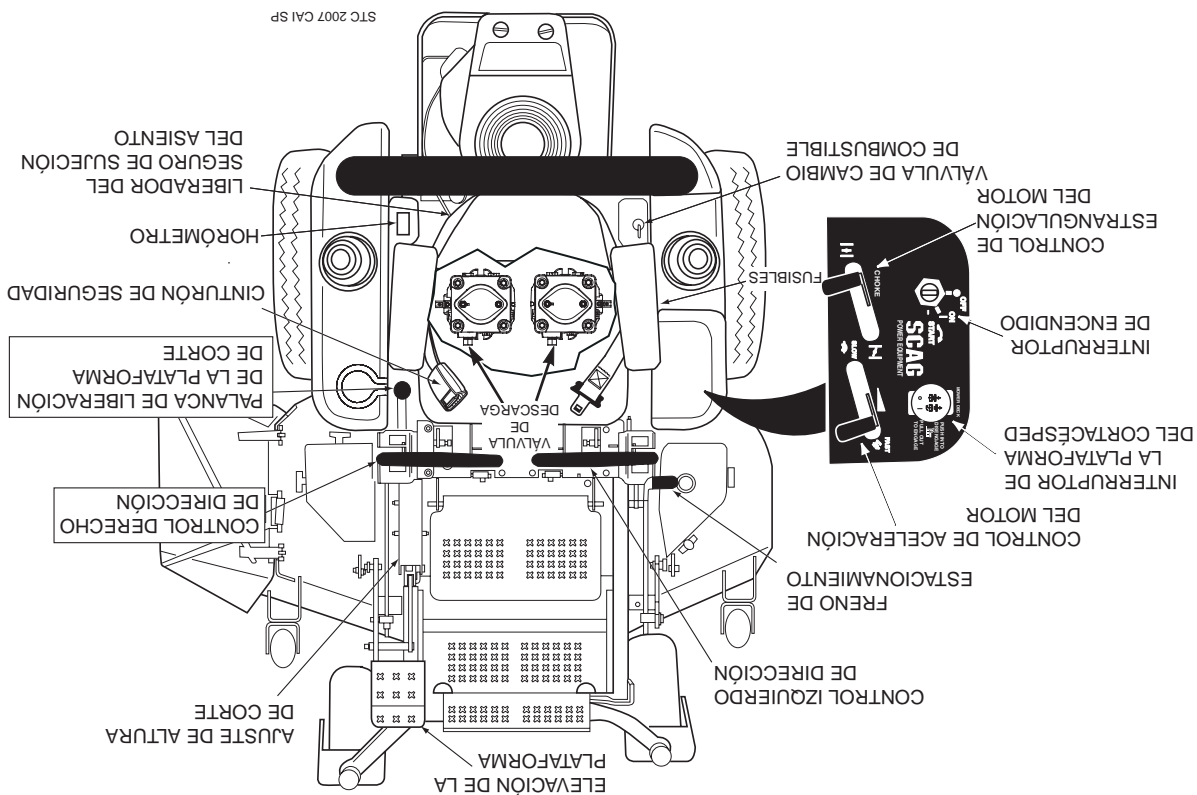

Figura 4-1 Controles e Instrumentos
5. **Horómetro (Figura 4-1).** Indica el número de horas que ha operado el motor. Opera cuando el interruptor de la llave de encendido está en la posición ON. Ha fijado los recordatorios para el mantenimiento del motor y los cambios de aceite del sistema hidráulico. El mantenimiento programado empezará a destellar 2 horas antes de la hora establecida y continuará destellando hasta 2 horas después. Reinicia automáticamente.
6. **Portafusibles (Figura 4-1).** Dos fusibles de 20 Amp protegen el sistema eléctrico del cortacésped. Para reemplazar los fusibles, retire el fusible del zócalo e instale uno nuevo.
7. **Control izquierdo de dirección (Figura 4-1).** Usado para controlar la rueda izquierda del cortacésped al avanzar hacia adelante o en reversa.
8. **Control derecho de dirección (Figura 4-1).** Usado para controlar la rueda derecha del cortacésped al avanzar hacia adelante o en reversa.
9. **Control del freno de estacionamiento (Figura 4-1).** Usado para accionar y desconectar los frenos de estacionamiento. Tire de la palanca para accionar los frenos de estacionamiento. Presione la palanca para desconectar los frenos de estacionamiento.
10. **Válvula de cambio de combustible (Figura 4-1).** Ubicada en el lado izquierdo de la máquina. Usada para cortar el suministro del combustible al motor y cambiar la alimentación de combustible entre tanques. Gire la válvula en contra del sentido de las agujas del reloj para suministrar combustible solamente del tanque del lado izquierdo. Gire la válvula en el sentido de las agujas del reloj para suministrar combustible solamente del tanque del lado derecho.
12. **Palanca de pie de elevación de plataforma (Figura 4-1).** Usada para levantar y bajar la plataforma de corte.
13. **Ajuste de la altura de corte (Figura 4-1).** Usado para poner la plataforma de corte en la altura de corte deseada.
14. **Palanca de liberación de la plataforma de corte (Figura 4-1).** Usada para trabar la plataforma de corte en la posición de transporte. Para corte normal, empuje el pedal hacia adelante y tire de la palanca de desenganche de modo de soltar la plataforma de corte.
15. **Cinturón de seguridad (Figura 4-1).** Usado para asegurar al operador. El cinturón de seguridad debe usarse solo cuando la barra contra vuelco esté en posición vertical y bloqueada.
16. **Librador del seguro de sujeción del asiento (Figura 4-1).** Ubicado detrás del asiento. Usado para asegurar el asiento en la posición de operación. Libere el seguro para tener acceso a la parte inferior del asiento.
1. Interruptor de encendido (Figura 4-1). Usado para arrancar el motor; tiene tres posiciones; OFF, ON, y START.
2. Interruptor de la plataforma del cortacésped (Figura 4-1). Usado para accionar y desconectar el sistema de transmisión del cortacésped. Tire del interruptor para accionar la transmisión de plataforma. Presione el interruptor para desconectar la transmisión de plataforma.
3. Control de estrangulación del motor (Figura 4-1). Usado para arrancar un motor frío.
4. Control de aceleración del motor (Figura 4-1). Usado para controlar la velocidad de motor. Presionando la palanca hacia abajo aumenta la velocidad del motor. Tirando de la palanca hacia atrás disminuye la velocidad del motor. La posición completamente hacia atrás es la posición de MARCHA EN VACÍO. La posición de corte es la de mas adelante.